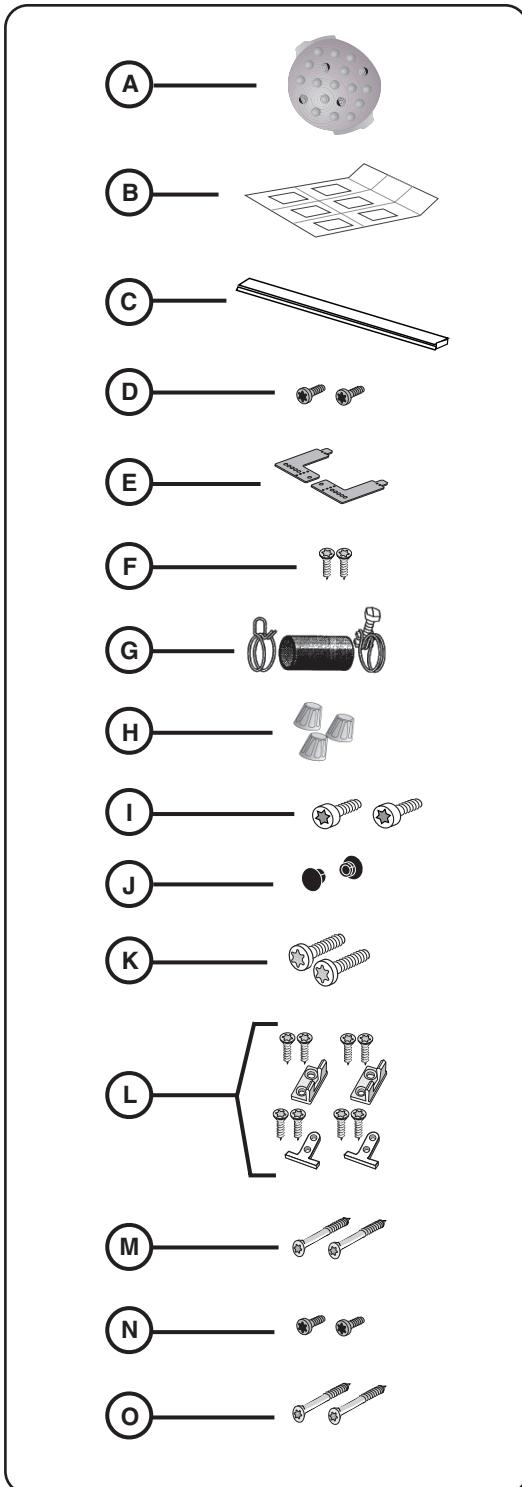

Figure 1
Also, if you are writing, please include a daytime phone number where you can be reached. You will find the model and serial number information on the label located on the right-hand side of the inner door of your dishwasher, see Figure 1. It will look similiar to this:
Les pièces pour le lave-vaisselle sont dans un ou plusieurs sacs en plastique. S'assurer que toutes les pièces illustrées à la figure 1 sont comprises avec le modèle. (REMARQUE : Les illustrations ne sont pas à l'échelle.) Si il manque des pièces, communiquer avec le marchand immédiatement.
- Bras gicleur pour grands articles (Figure 1, lettre A)
Modèles SHI et SHV ont aussi un gabarit pour installation de panneau SHI/SHV (Figure 1, lettre B).
Modèles SHY66 et SHX99A ont aussi une bande d'isolation en coton (Figure 1, lettre C).